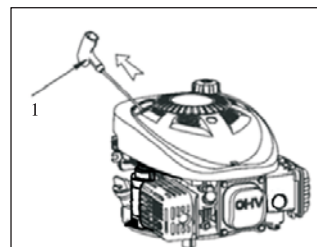

Fig.3
Laat de startgreep (1) niet terug schieten tegen de motor. Laat de startgreep voorzichtig terugkeren naar zijn oorspronkelijke positie om schade aan de starter te voorkomen. (Fig.3)